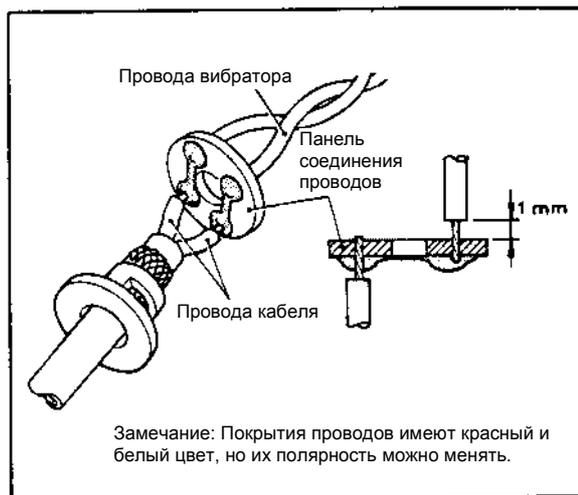

Рисунок 3-14. Припаивание проводов
- (9) Припаяйте новые провода к панели соединения проводов. Проверьте материал элемента; Т для титана, Н для сплава Hastelloy, и отсутствие маркировки для нержавеющей стали SUS 316. Маркировка штампруется на поверхности элемента вибратора. Убедитесь, что материал нового элемента в точности соответствует материалу старого элемента. Используйте только идентичные элементы. Смотрите Рисунок 3-14.